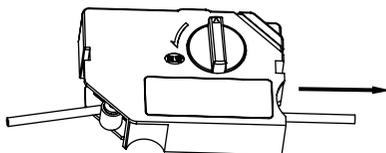

图7
4. 套管的取出：按套管取出示意图7标注箭头方向轻轻拉出即可。